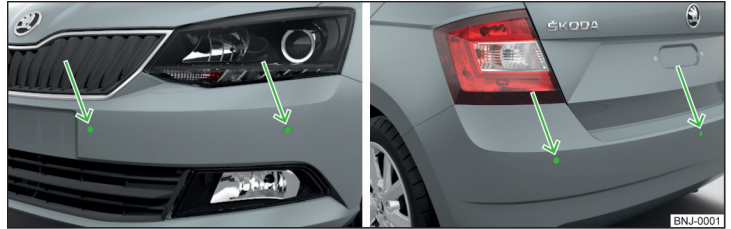

Abb. 222 Verbauort der Sensoren auf der linken Fahrzeugseite: vorn/hinten
- Die Systemsensoren » Abb. 222 auf Seite 192 sauber, schnee- sowie eisfrei halten und mit keinerlei Gegenständen abdecken, anderenfalls kann die Systemfunktion eingeschränkt sein.
» Abb. 222.